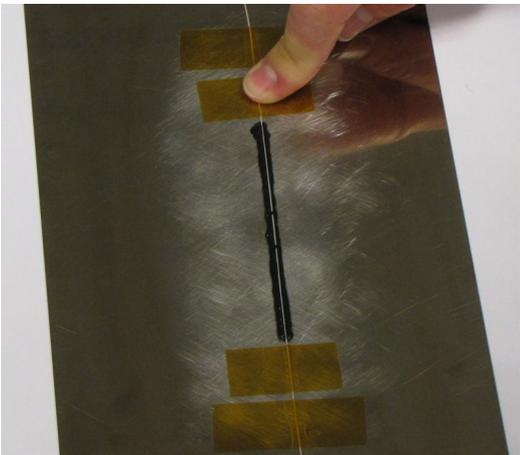

Abb. 2.11 Anbringen von zwei weiteren Klebestreifen an den Enden der Verklebung
- ▶ Zwei weitere Klebestreifen direkt am Ende des Klebebereichs anbringen (Abb. 2.11).